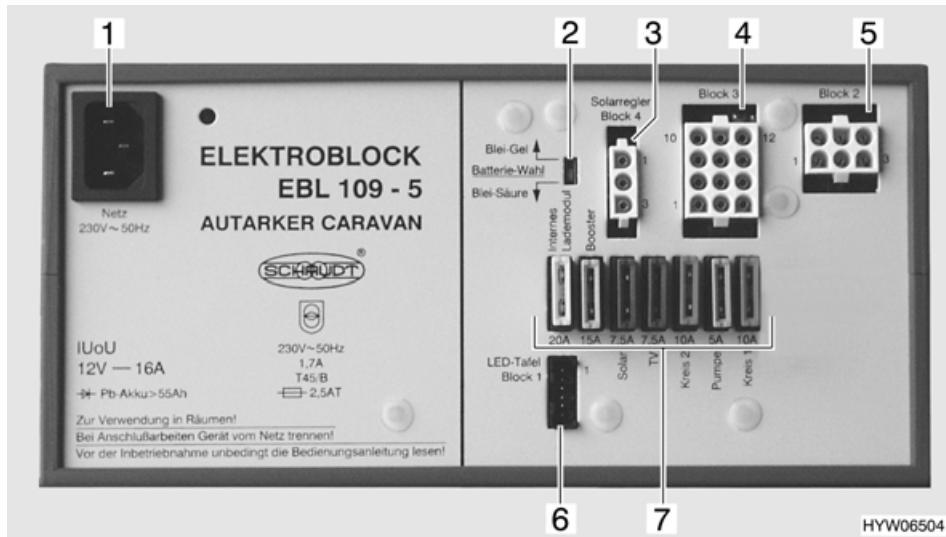

Bild 62 Elektroblock EBL 109
Der Elektroblock (Bild 62) ist je nach Modell im vorderen oder im vorderen rechten Bettkasten eingebaut.
- ▶ Die werkseitige Einstellung des Batterie-Wahlschalters (Bild 62,2) ("Blei-Gel") nicht verändern.